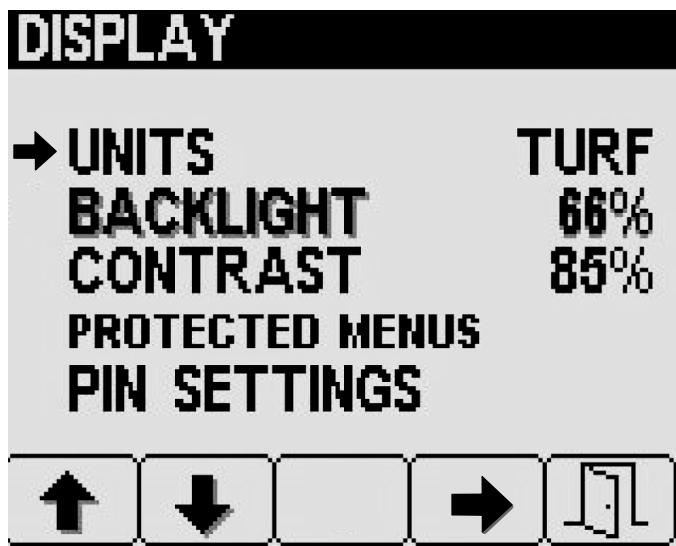

図 27
- 表示Display画面でボタン1や2で単位Unitsへ移動し、ボタン4でそれを選択する 図 27。